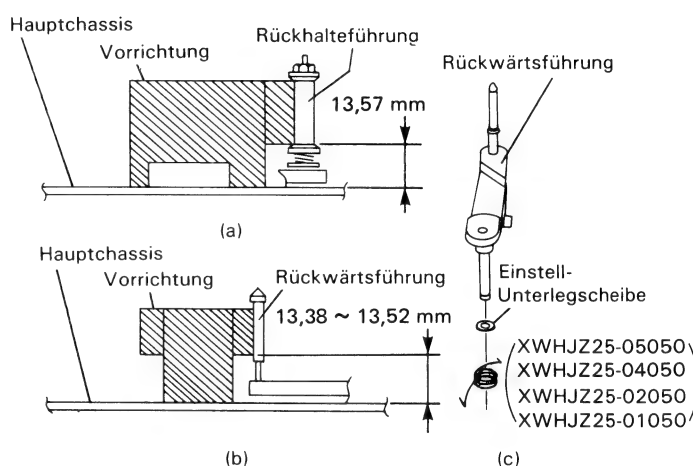

Abbildung 1-23.
1. Vor der Grobeinstellung des Bandlaufs überprüfen, ob sich die Rückhalteführungs- und Rückwärtsführungshöhen innerhalb der vorgeschriebenen Sollwerte befinden (Abb. 1-23). Hierfür die Spezialwerkzeuge verwenden.